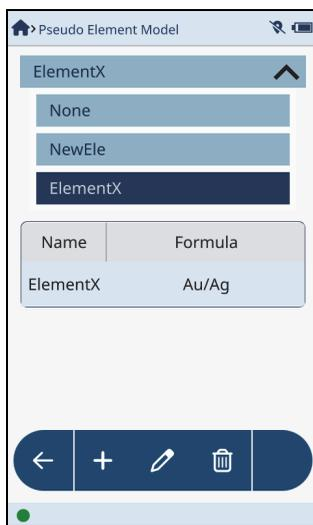

图 2-51 伪元素模型屏幕
1. 在**Pseudo Element Model**（伪元素模型）屏幕中，点击想要选择的模型名称（参见第64页的图 2-51）。